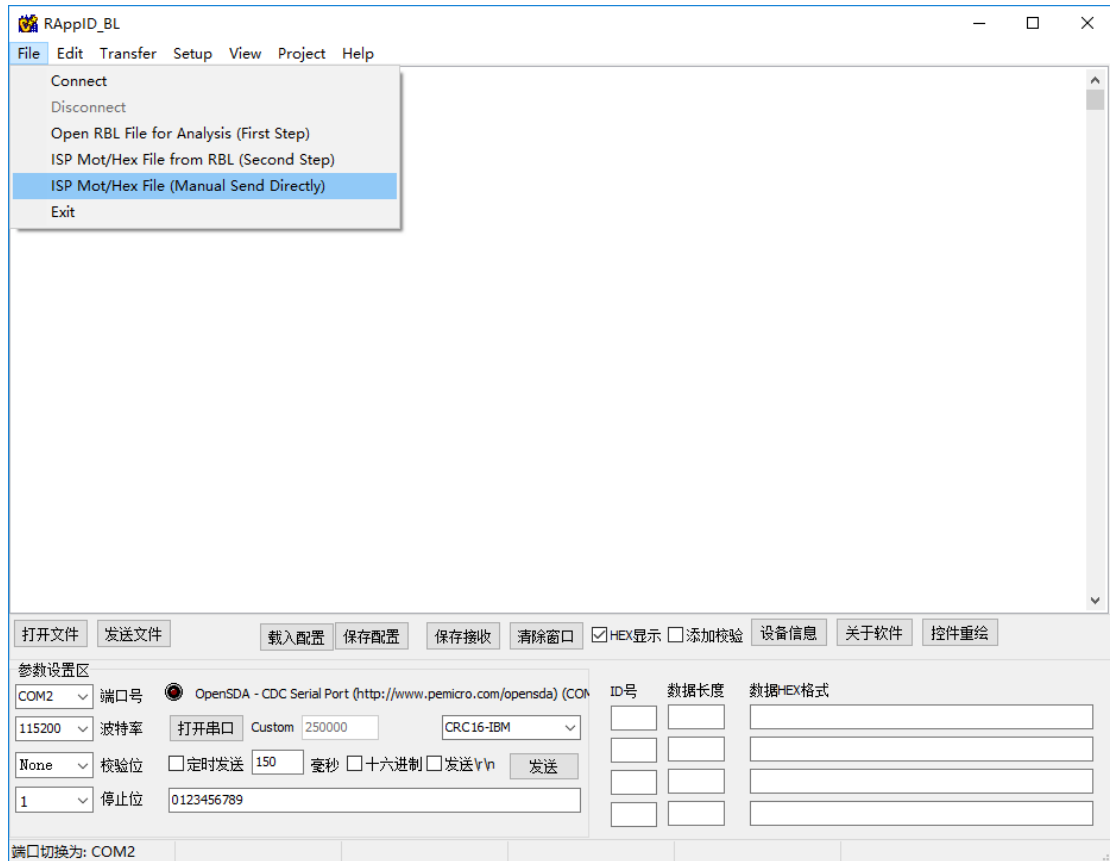
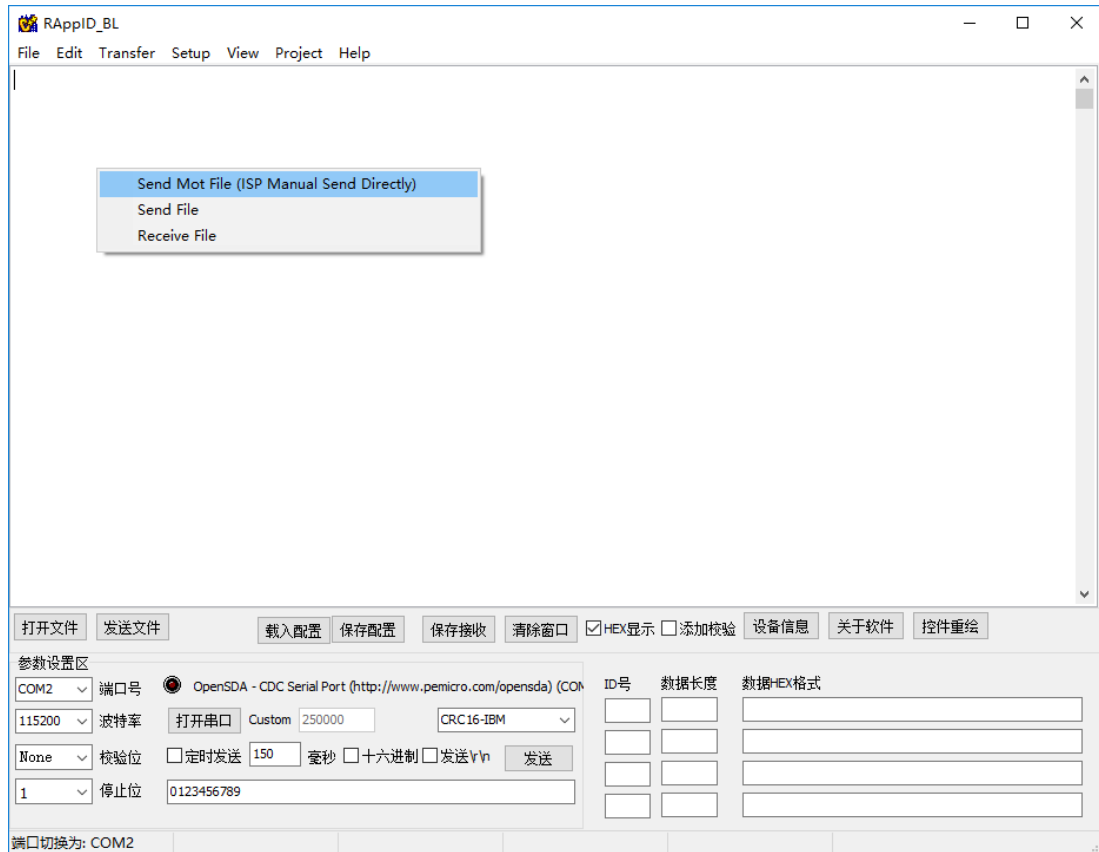

图 1-1 ISP Mot/Hex (Manual Send Directly)
图 1-2 Send Mot File (ISP Manual Send Directly)
- 3.如果选择自主开发的 RAppID_BL.exe 软件,由于支持 hex/mot/src 文件解析,可以在主菜单单击 ISP Mot/Hex (Manual Send Directly) 或在 弹出菜单单击 Send Mot File (ISP Manual Send Directly)。如图 1-1、图 1-2 所示。这两种操作功能是一样的。